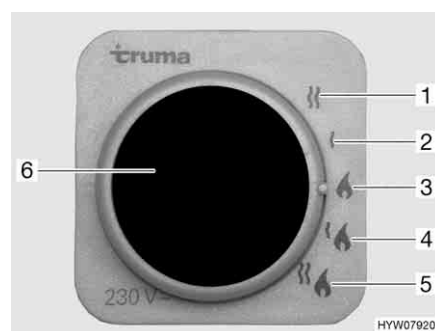

Fig. 160 Selettore di energia per riscaldamento/boiler
- Funzionamento a gas (Fig. 160,3)
- Funzionamento elettrico a 230 V con gradi di potenza da 900 W (Fig. 160,2) oppure 1800 W (Fig. 160,1)
- Funzionamento a gas e funzionamento elettrico a 230 V (funzionamento misto) con gradi di potenza da 900 W (Fig. 160,4) oppure 1800 W (Fig. 160,5)
Se viene selezionato il funzionamento elettrico a 230 V, la spia gialla di controllo si accende (Fig. 160,6).